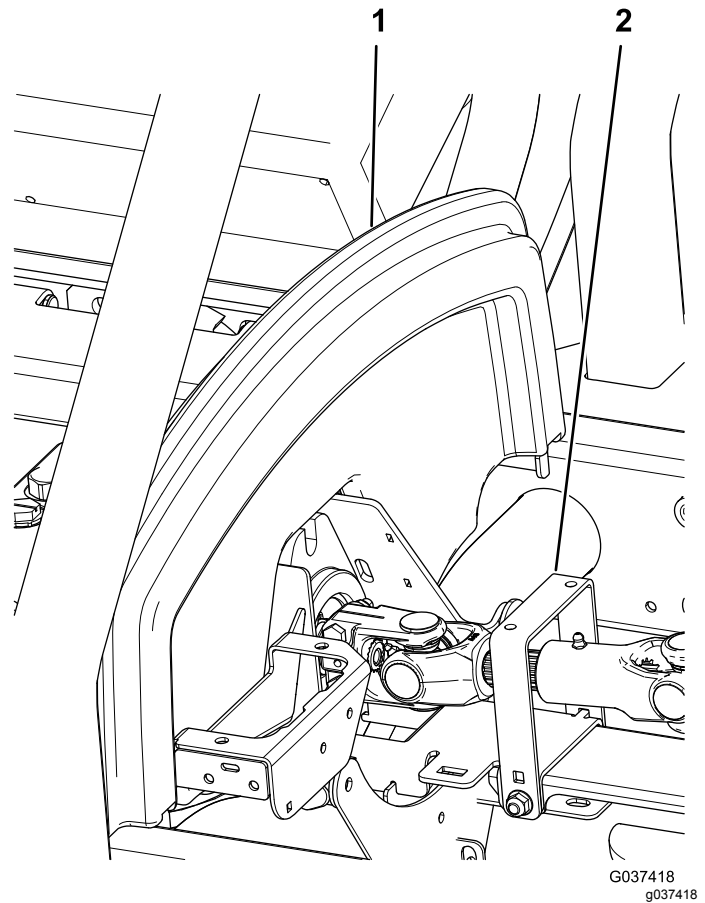

Bild 1
2. Klappen Sie den Sitz hoch, öffnen die Haube und entfernen die Auflage der Motorhaube. Bild 1
3. Entfernen Sie die Antriebsschutzvorrichtung (Bild 1).
16. Montieren Sie die Antriebsschutzvorrichtung (Bild 1).
17. Montieren Sie die Auflage der Motorhaube und klappen den Sitz herunter (Bild 1).